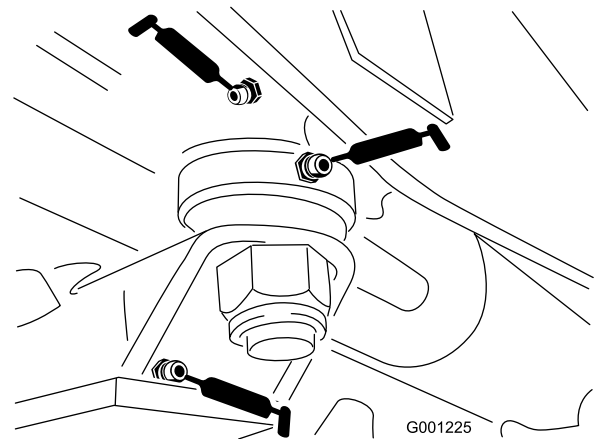

Figura 44
- Casquillos de la placa de dirección (Figura 44)
- Casquillo del pasador del eje (Figura 44)